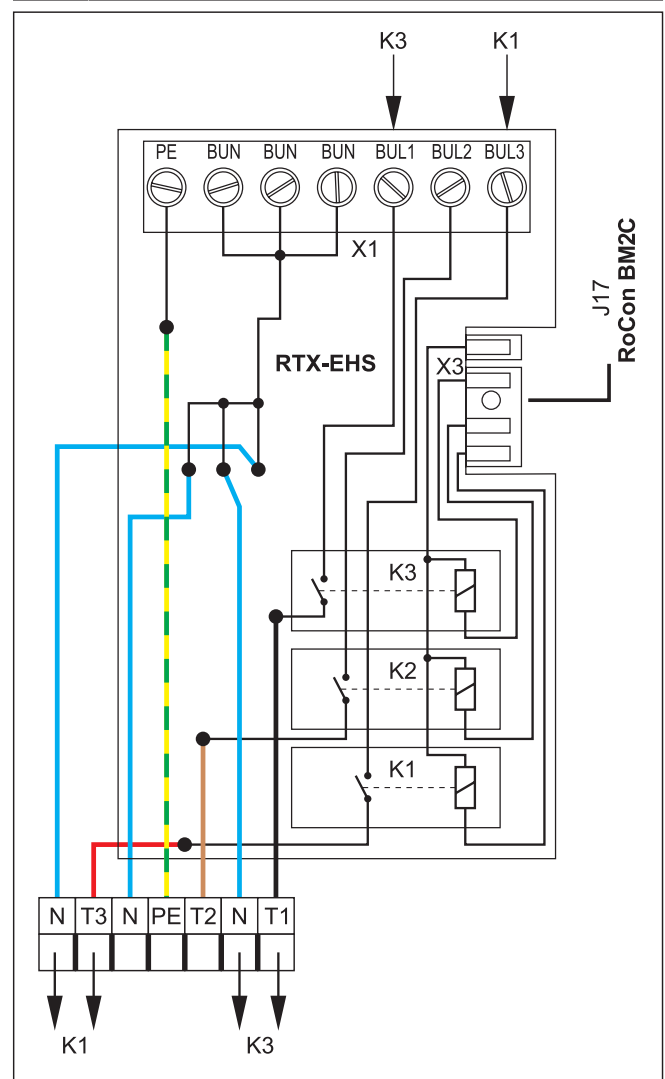

Fig. 64-38 Ligação à placa de circuitos RTX-EHS
A solicitação do gerador de calor externo ativa-se através de um relé na placa de circuitos RTX-EHS (ver Fig. 64-38). A ligação elétrica à Daikin Altherma EHS(X/H) é possível da seguinte forma;
- 3 Estabelecer ligações adequadas na placa de circuitos RTX-EHS do set de ligação (ver Fig. 64-38).